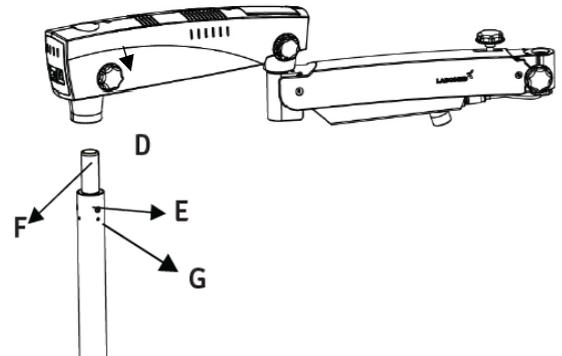

Figura 30
7. Saque el conjunto del brazo de la misma caja y siga las instrucciones a continuación: (consulte la figura 30)
- Asegúrese de que la perilla de bloqueo del brazo giratorio (D) esté ligeramente aflojado.
- Monte el conjunto del brazo en el eje (F).
- Alinee los tres orificios (E) con el orificio roscado en el eje (F).
- Utilice una llave Allen de 4 mm y apriete 2 M6x16 mm. Tornillos Allen (G).